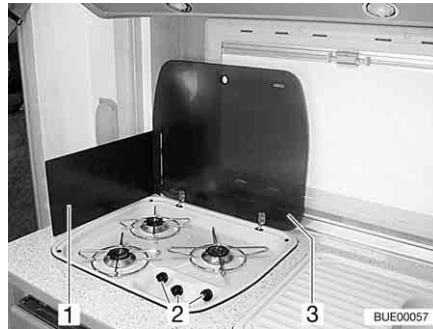

Fig. 184 Fornello a gas
- Aprire la copertura del fornello a gas (Fig. 184,3).
- A seconda del modello, ribaltare o posizionare la lastra proteggifiamma (Fig. 184,1).
- Ruotare il pomello girevole (Fig. 184,2) dell'impianto a fiamma libera desiderato in posizione accesa (fiamma alta).